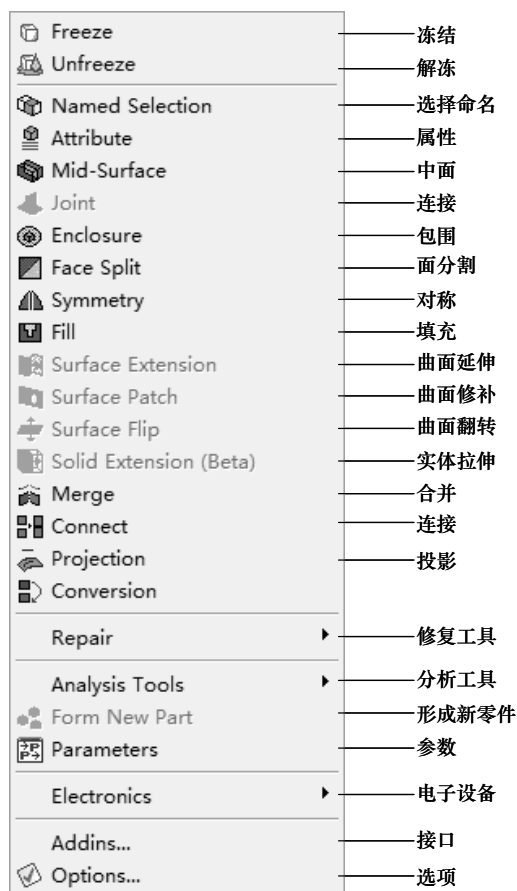

图 2-5 【Tools】菜单
(4) 【Tools】菜单 【Tools】菜单包含对线、体和面操作的一系列命令，包括解冻、冻结、命名、包围、填充等，如图 2-5 所示。